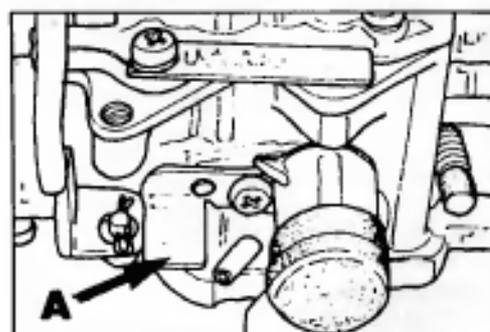

Рис. 8 Регулировка ускорительного насоса
- Если полученное значение находится за пределами допуска, произведите регулировку, согнув стопорный язычок (А, рис. 8):